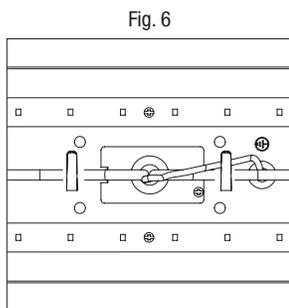

Fig. 6
7. Une fois tous les raccords effectués, poussez tous les fils et les capuchons de connexion dans la boîte de jonction puis réinstallez la plaque d'accès (Fig. 6).